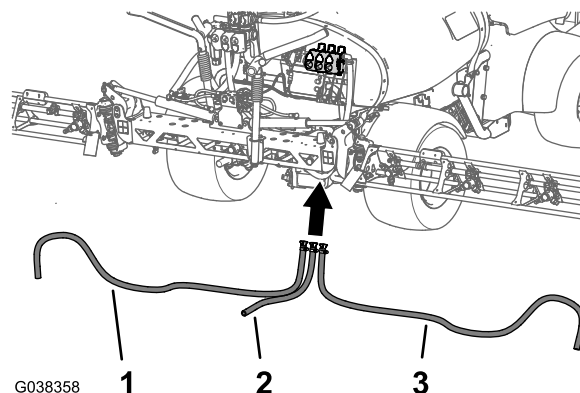

Figura 79
- Disponete i flessibili di alimentazione delle barre sinistra, centrale e destra sulle valvole di sezione delle barre, come illustrato nella Figura 79.